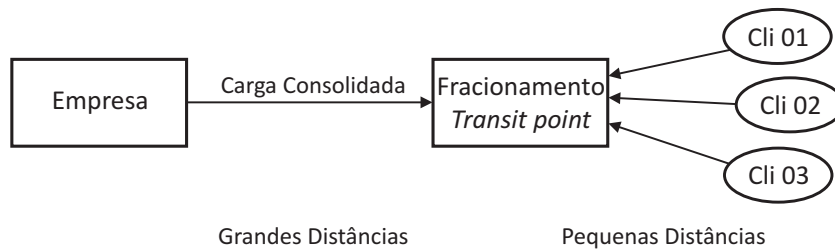

Figura 14: *Transit point* – Fracionamento
- ▶ No **fracionamento**, Figura 14, você pode observar o processo de transporte de carga fracionada. Uma fábrica ou uma organização, por exemplo, uma *trading* importadora, remete a carga consolidada ao armazém, fechada, para um veículo de um transporte e, no armazém, normalmente mais perto dos principais clientes, a carga é fracionada e despachada para os clientes em veículos menores.